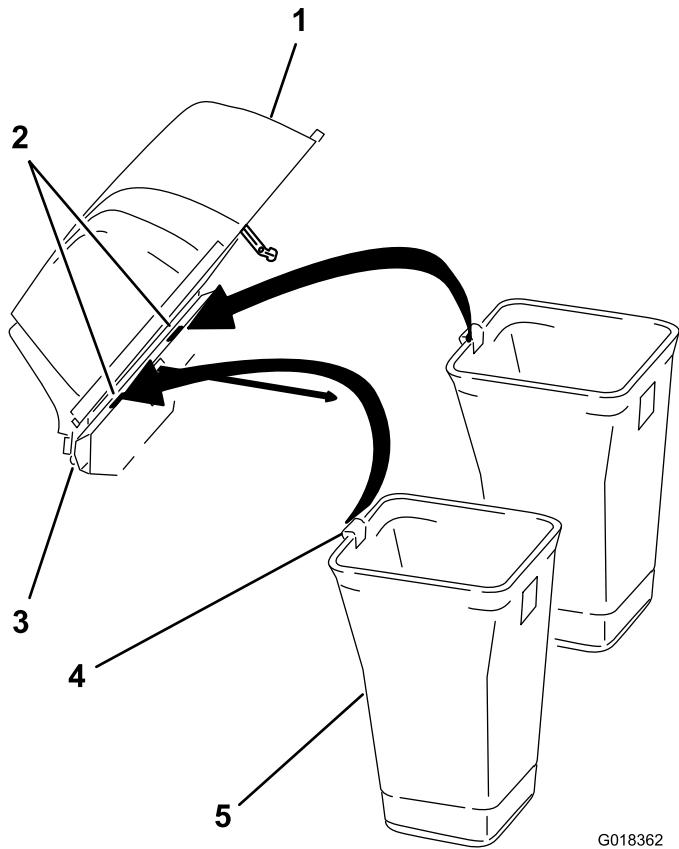

図 18
1. フードを上げ、ホッパーサポート上でノッチ付きバッグブラケットが見えるようにする図 18。
2. バッグアセンブリの取り付けタブをノッチ付きバッグブラケットに合わせる図 18。
3. バッグアセンブリのタブがノッチ付きブラケットに完全に着座するまでバッグを下げる図 18。
4. もう1個のバッグについても同様にステップ 1 と 2 を行う図 18。
5. バガーフードを下ろす図 18。